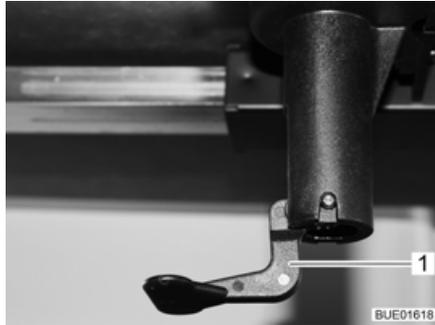

Bild 116 Entriegelung Tischplatte
- Verriegelungshebel (Bild 116,1) nach unten klappen.